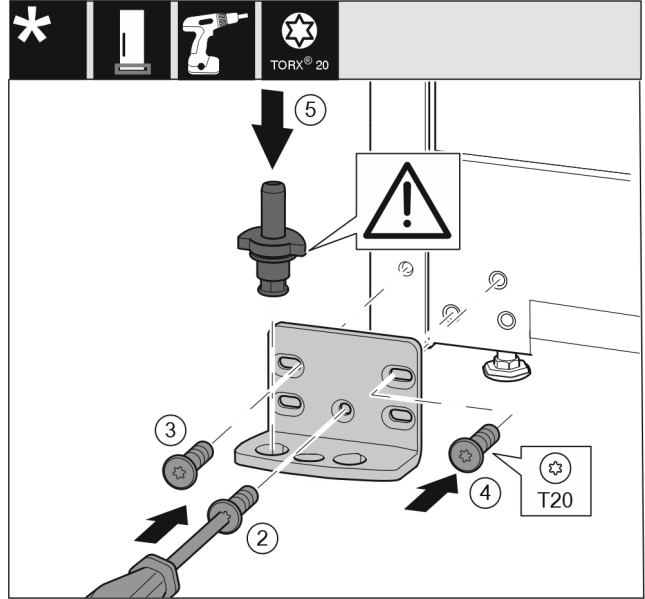

Fig. 18
- ▶ Helyezze fel a csapágybakot a másik oldalra, és húzza meg T20 csavarhúzóval. Alul középen a 2 számmal jelölt csavarral kezdjen. Fig. 18 (2)
- ▶ Húzza meg a 3 és 4 számmal jelölt csavart. Fig. 18 (3,4)
- ▶ Helyezze be teljesen a csapszeget. Közben ügyeljen arra, hogy a bekattanó bütyök hátrafelé mutasson. Fig. 18 (5)